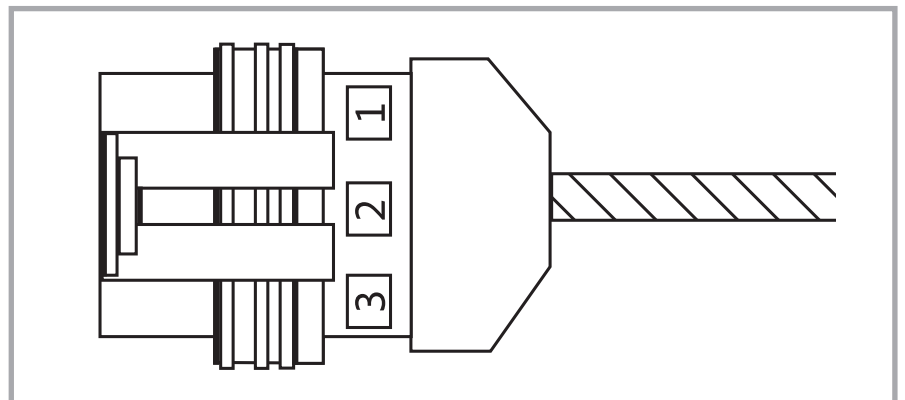

Abb. 32 - 1= braun (L), 2= gelb/grün (Erdung), 3= blau (N)
- Beachten Sie die Anordnung der Klemmen 1, 2, 3 (siehe Abb. 32).